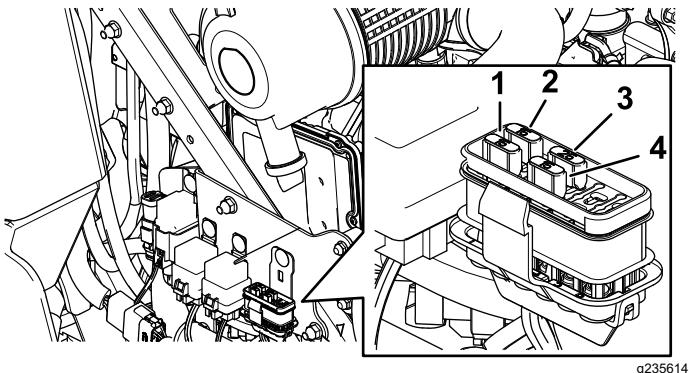

Figure 50
- Remplacez le fusible (Figure 50).